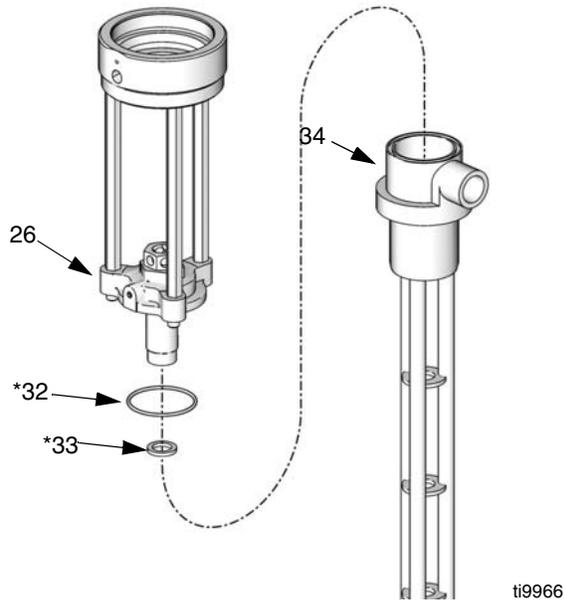

FIG. 24
- Desenrosque la brida de montaje (26) del cuerpo de la bomba (34). Retire la junta tórica (32\*) y la junta de PTFE (33\*) del cuerpo de la bomba (34). Inspeccione todas las piezas en busca de daños. Vea FIG. 24.